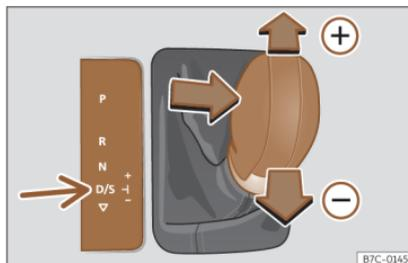

Fig. 138 Console centrale : Changer de vitesses en mode Tiptronic.
- Poussez le levier sélecteur vers l'avant (+) ou l'arrière (-) pour passer à un rapport supérieur ou inférieur»» **fig. 138**.